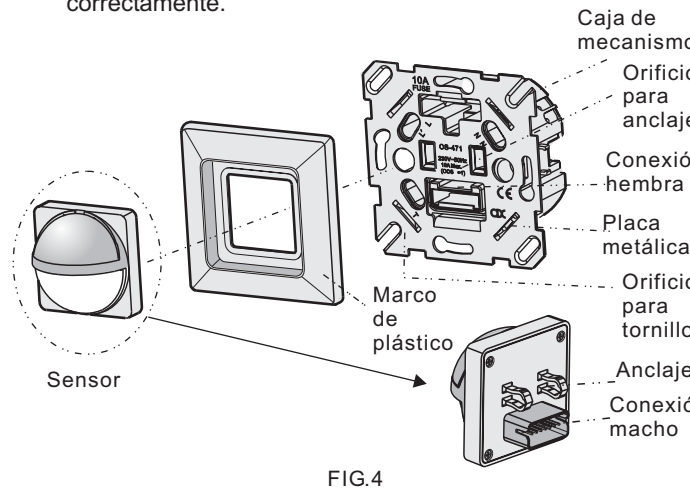

FIG.4
- 5) Colocar el marco junto al sensor y acercarlo a la caja de control poniendo atención en que el macho y la hembra de la base enchufable estén a la misma altura y entonces juntarlas. (FIG.4)